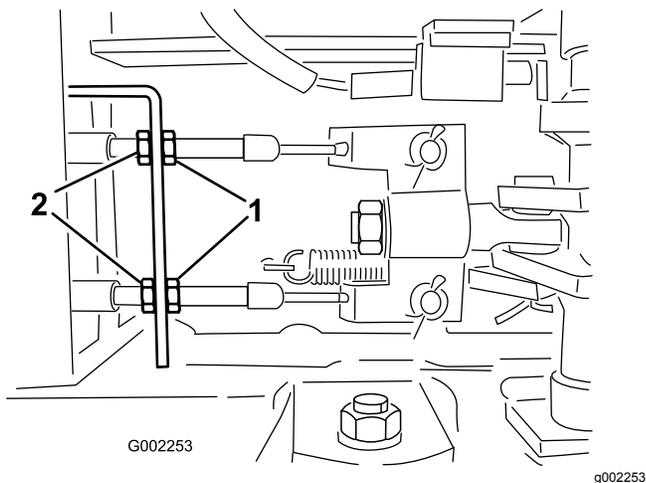

Figura 90
5. Afloje las contratuercas delanteras de los cables de freno, debajo del extremo delantero del fumigador (Figura 90).
6. Apriete las contratuercas traseras en la misma cantidad hasta que el pedal de freno recorra entre 1 a 2 cm ($\frac{1}{2}$ " a 1") antes de que se note resistencia (Figura 90).